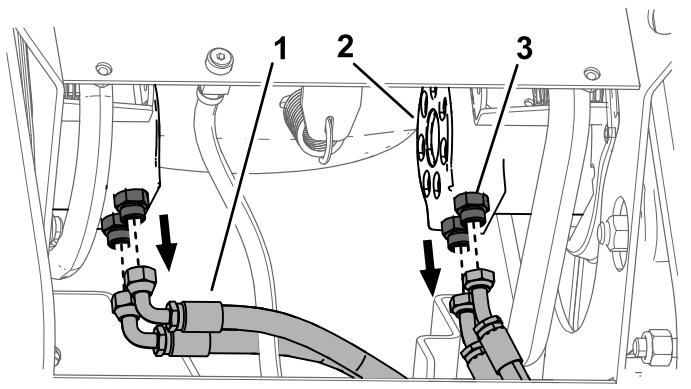

Figura 4
- Posizionate degli stracci o un contenitore sotto le porte idrauliche del motore dei cingoli per raccogliere eventuale fluido mentre completate questa procedura (Figura 4).